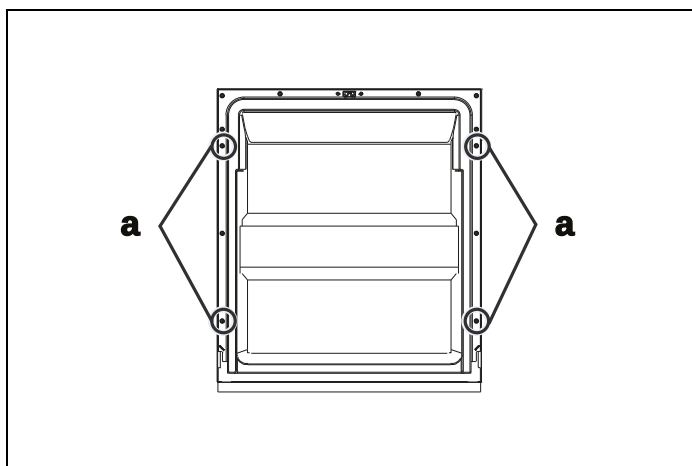

Fig. 17
3) Après avoir positionné le panneau en place, fixez la porte personnalisée à la porte extérieure du lave-vaisselle avec les vis et boulons fournis (Fig. 17).